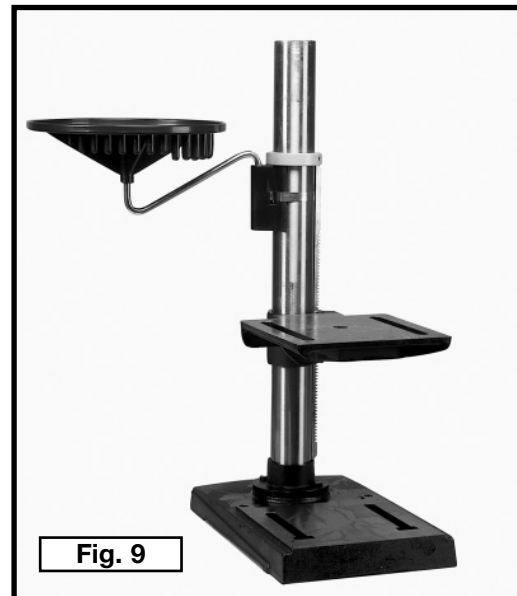

Fig. 9
8. Asegúrese de que el soporte, el brazo de montaje y la cremallera de elevación estén colocados en relación con la mesa de la prensa de taladro como se muestra en la Fig. 9.